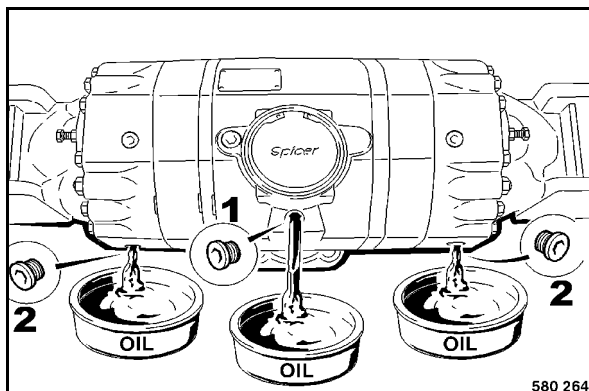

fig. 164
- Nettoyer puis dévisser les bouchons de vérification du niveau et de vidange (fig. 164).